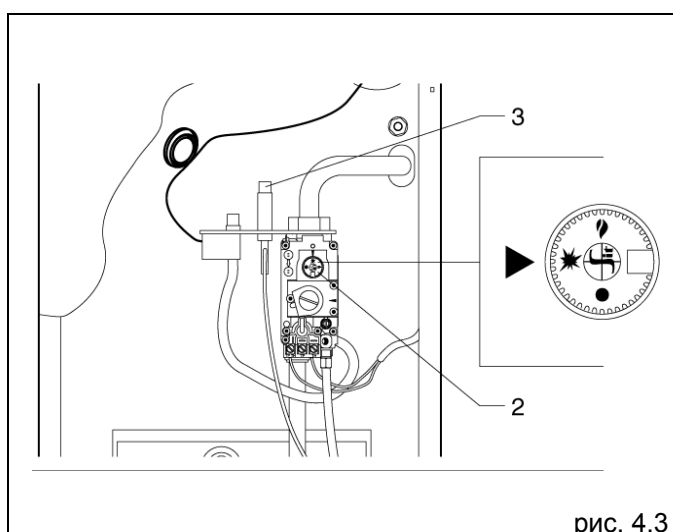

рис. 4.3
Нажмите и поверните ручку управления (2) в положение  (рис. 4.3).